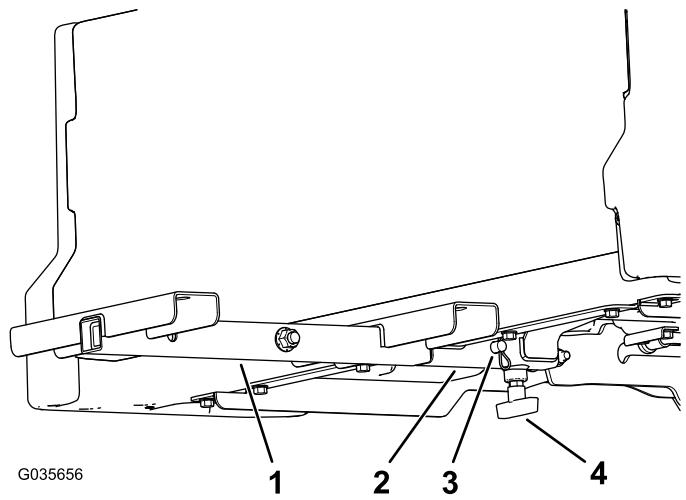

Figura 5
3. Desaperte a pega em T no recetor da plataforma de carga (Figura 5).
4. Insira a montagem da tubagem no recetor da plataforma de carga e prenda-a com o passador de forquilha ($\frac{1}{2}$ " x 2") e perno de ganho (Figura 5).
5. Aperte a pega em T no recetor da plataforma de carga (Figura 5).